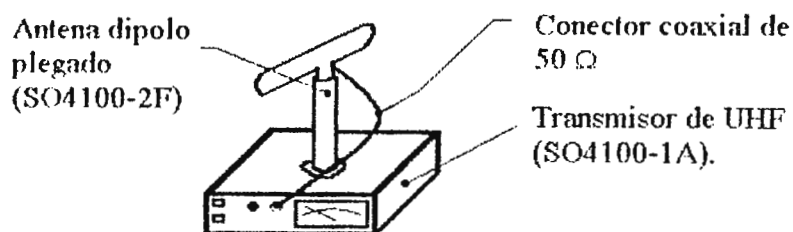

FIGURA 4.
1. Conecte el dipolo plegado o doblado (SO4100-2F) al transmisor de UHF (SO4100-1A) por medio de un conector coaxial de  $50\Omega$ , la forma de realizar esta conexión se muestra en la figura 4.